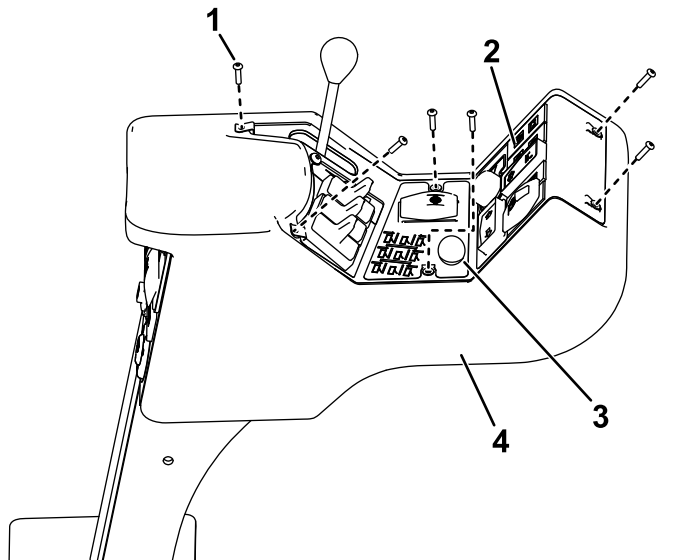

Figura 7
1. Retire os 6 parafusos que fixam o painel de controlo à consola de comando (Figura 7).
3. Retire o tampão (Figura 7) da consola.